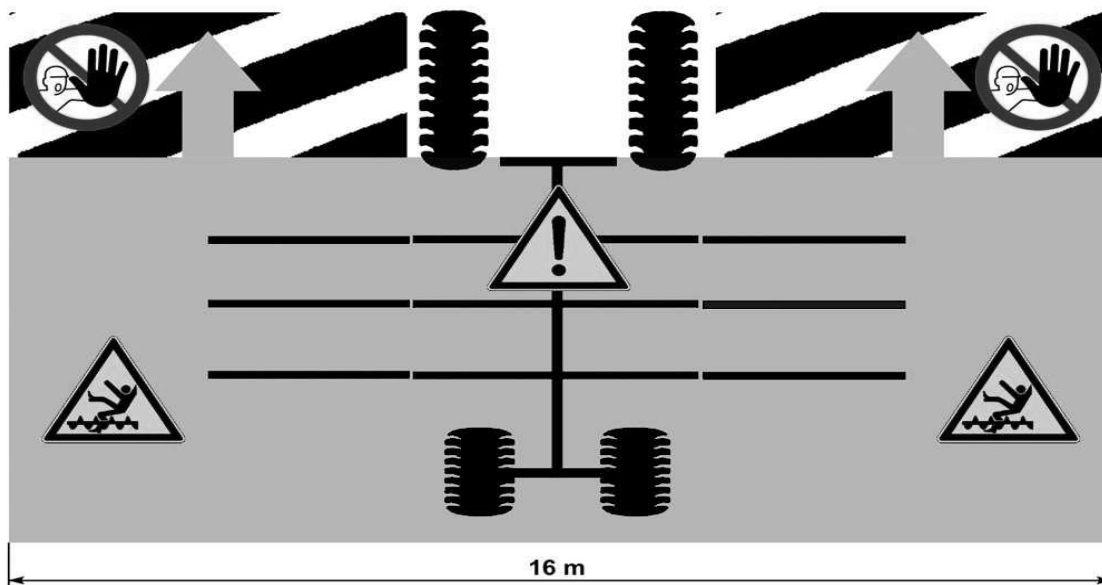

Рис. 3.1 – Опасная зона при работе агрегата
**Во время эксплуатации агрегата ЗАПРЕЩАЕТСЯ нахождение посторонних лиц в опасных зонах** (см. рис. 3.1, 3.2)